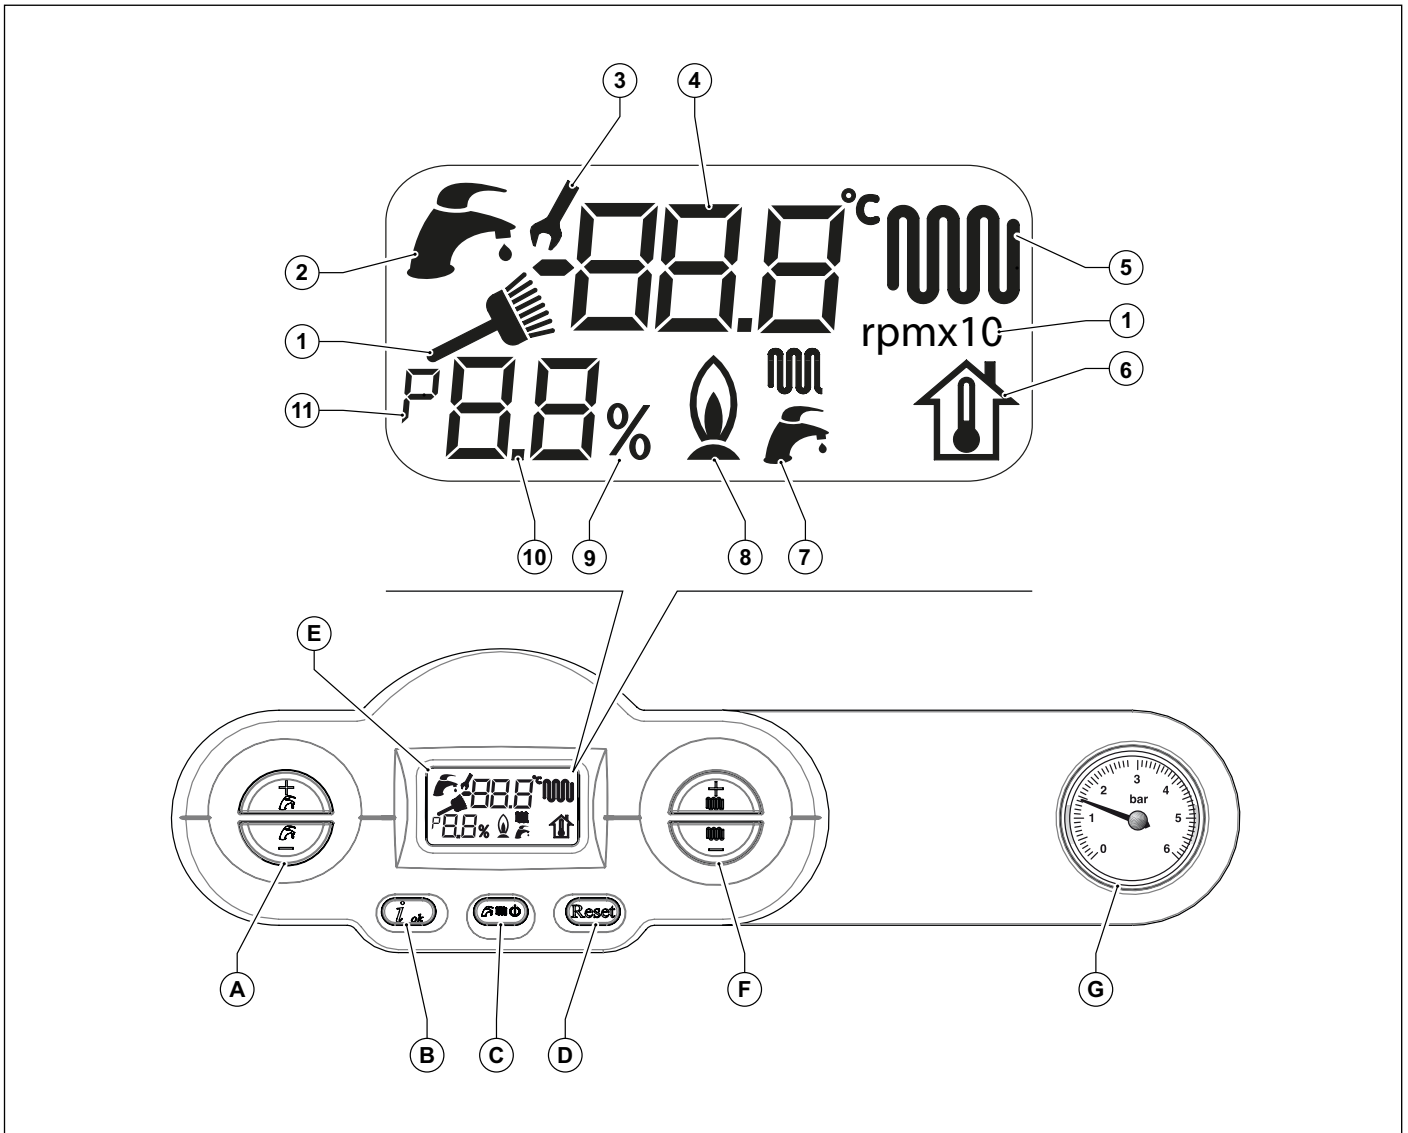

Рис. 1 Панель керування
| Рис. 1 Панель керування | 8 |
- Вибрати режим роботи котла: OFF/ЛІТО/ЗИМА/ТІЛЬКИ ОПАЛЕННЯ (див. кнопку (C) на Рис. 1 Панель керування на сторінці 8).